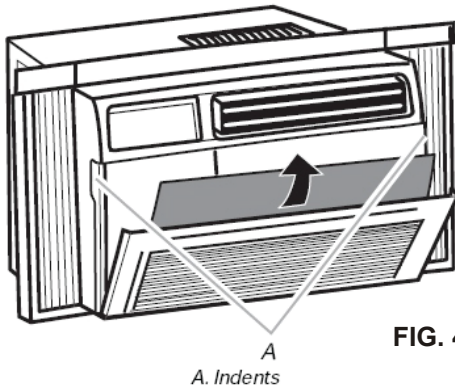

FIG. 4
1. Retire el filtro tirando hacia abajo de las lengüetas del compartimiento del filtro en la parte delantera del equipo. (Véase la Fig. 4).